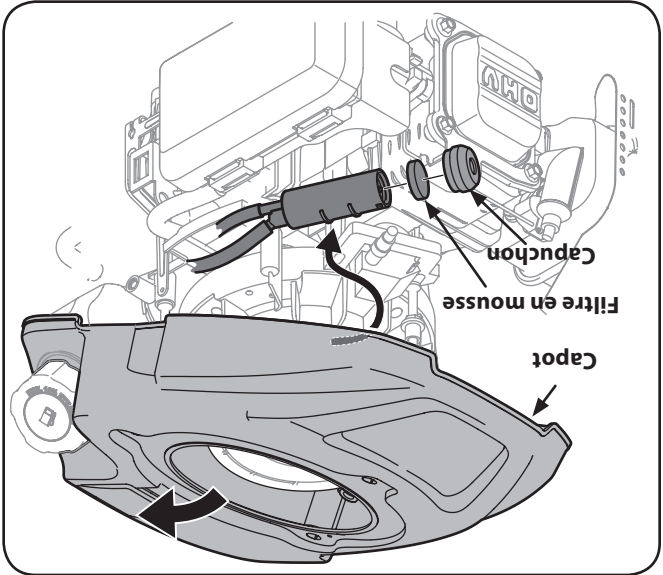

Figure 6-4
2. Soulevez le capot du moteur et dégagez doucement la cartouche de carbone, comme à la Figure 6-4.
3. Enlevez le capuchon qui se trouve sur l'extrémité de la cartouche et sortez le filtre en mousse rond de l'intérieur. Voir la Figure 6-4. Nettoyez le filtre ou remplacez-le s'il est endommagé.